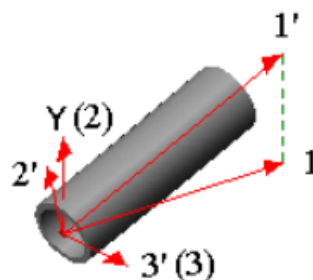

Рис. 5.7.2. Локальные оси опоры
2. Локальные оси опоры рассчитываются автоматически по трубам. 1-ая ось является горизонтальной проекцией продольной оси трубы (ось 1'). 2-ая ось совпадает с вертикалью. Если прилегающие трубы вертикальны, то генерируется ошибка. 3-я ось вычисляется как векторное произведение 1-ой и 2-ой осей ($a_3 = [a_1, a_2]$). Ориентация локальных осей опоры относительно прилегающей трубы показана на рис. 5.7.2.